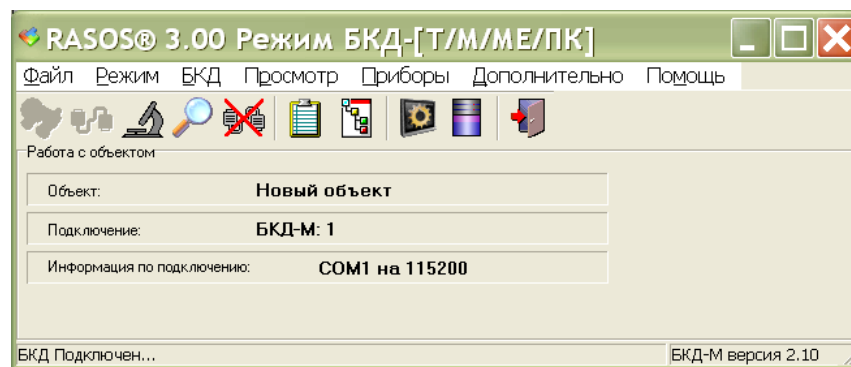

Рисунок 10
4) Создать подключение к БКД-М нажатием на кнопку «Добавить». Откроется окно, в котором будет указано «БКД-подключен» (рисунок 10).
3) Создать подключение к БКД-М (рисунок 10). Откроется окно, в котором будет указано «БКД-подключен».